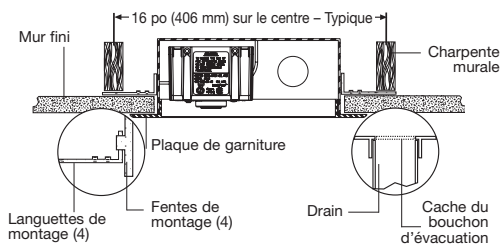

Figure 7
4. Installez les quatre languettes de montage fournies dans les logements situés de part et d'autre de l'armoire murale (Figure 7).
5. Positionnez l'A2C-SC-WB entre deux poteaux muraux, comme indiqué dans la Figure 7. Vérifiez le niveau et attachez les languettes de montage sur les poteaux.